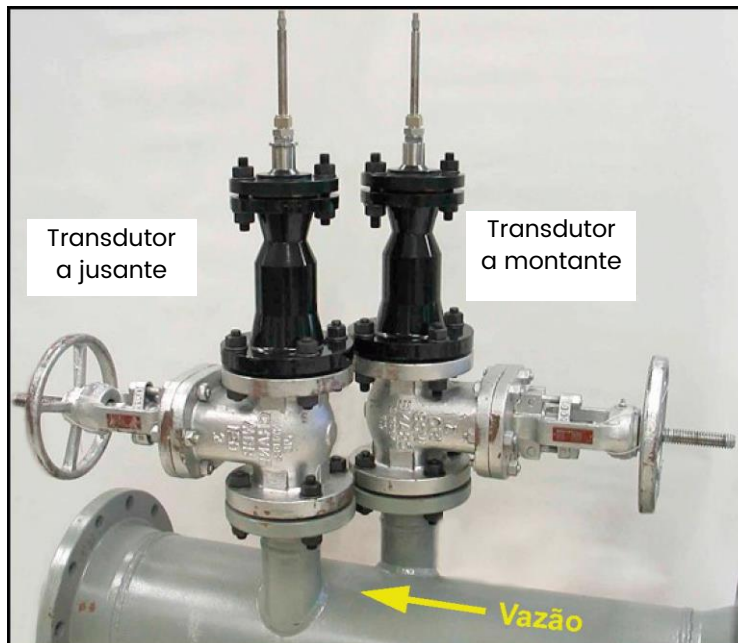

Figura 8: Instalação do transdutor de alcance estendido
1. Verifique se o transdutor a jusante está localizado à direita quando se olha para cima em direção contrária à vazão (veja a Figura 8 abaixo). Entre em contato com a BH se as localizações de porta não seguirem esta convenção.